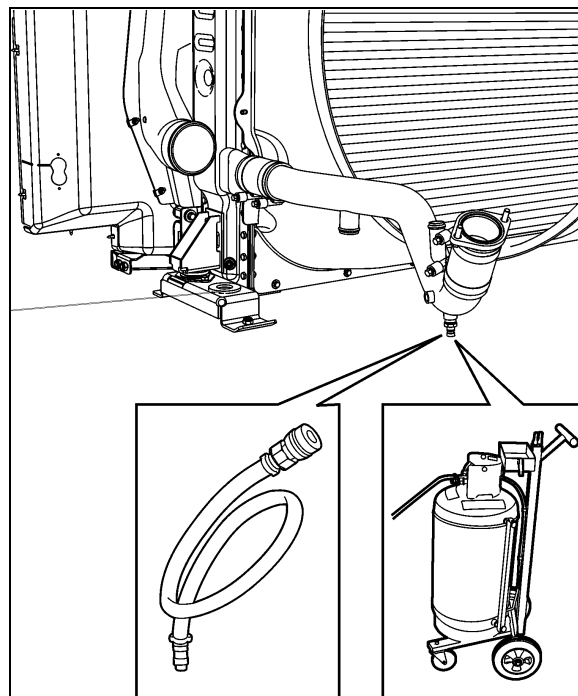

FIGURE 7 : EXTRACTION DU LIQUIDE DE REFROIDISSEMENT
5. Brancher l'extracteur du liquide de refroidissement (Figure 7) et l'utiliser pour vidanger le liquide de refroidissement du moteur. Une autre méthode consiste à vidanger le liquide de refroidissement dans un récipient approprié à l'aide du tuyau de vidange.
4. Brancher l'extracteur du liquide de refroidissement (Figure 7) et l'utiliser pour vidanger le liquide de refroidissement du moteur. Une autre méthode consiste à vidanger le liquide de refroidissement dans un récipient approprié à l'aide du tuyau de vidange.